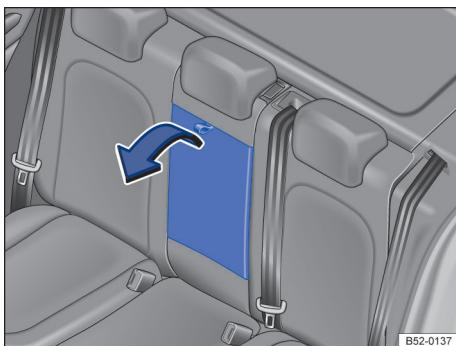

Fig. 103 Descansa-braço central traseiro
- Para rebater para frente: puxar a alça no sentido da seta → Fig. 103.
- Para rebater de volta: rebater o descansa-braço central no sentido contrário ao da seta → Fig. 103 para cima e pressionar para dentro do encosto do banco até o batente.